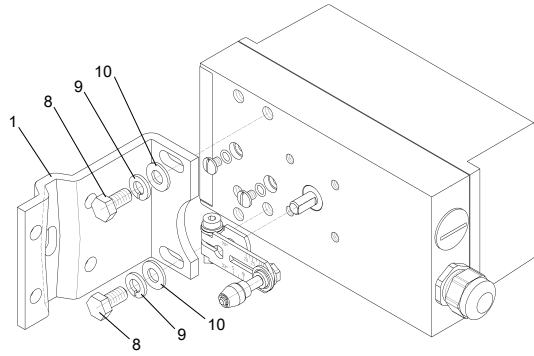

图 15: NAMUR 安装角架的安装
- 图 15：使用两个六角螺丝（8）、弹簧环（9）和 U 形垫片（10）将安装角架（1）安装到定位器的背面。孔行的选择取决于执行机构的阀门支架宽度。在此应使滑轮与 U 型卡规（2）尽量在阀杆附近啮合，但是不得接触到夹紧件。